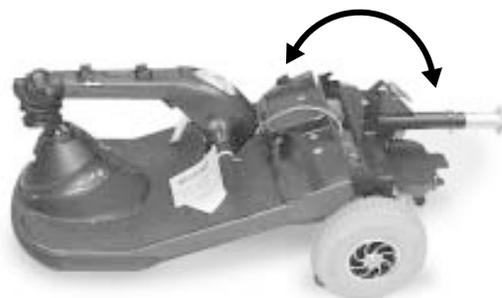

Figure 20. Positionnement Du Cadre
1. Poussez le mât du siège vers l'arrière pour pivoter la section arrière vers l'arrière jusqu'à ce que la section soit à la verticale sur son pare-choc. Voir la figure 20.
3. Tenez le mât du siège pour faire pivoter la section arrière vers l'avant jusqu'à ce que les ergots soient complètement insérés dans les fentes d'assemblage. Voir la figure 20.